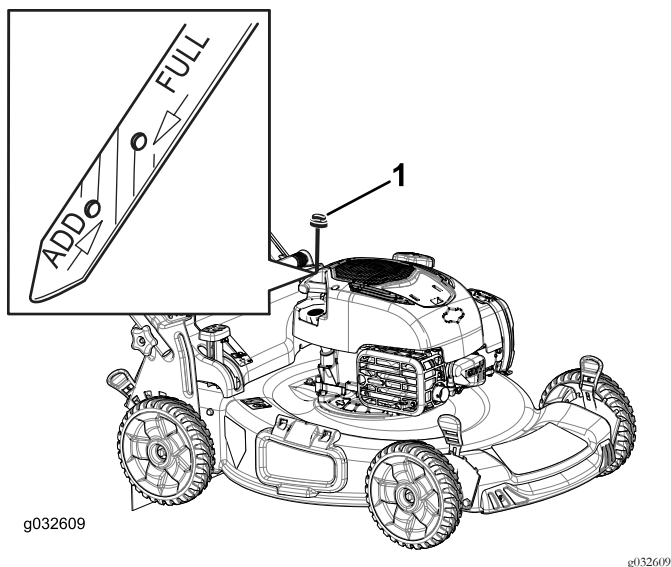

Figure 16
2. Retirez la jauge (Figure 16).
5. Relevez le niveau d'huile indiqué sur la jauge (Figure 16).
- Si le niveau n'atteint pas le repère minimum sur la jauge, versez lentement une petite quantité d'huile dans le tube de remplissage, patientez 3 minutes et répétez les opérations 3 à 5 jusqu'à ce que le niveau atteigne le repère maximum (Figure 16).